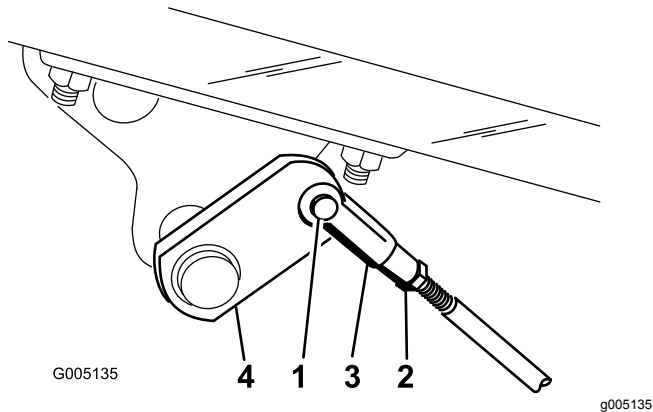

Figura 45
- A. Desconecte las varillas de los frenos retirando el pasador de horquilla y la chaveta (Figura 45).
- B. Afloje la contratuerca y ajuste la horquilla (Figura 45).
- C. Monte la horquilla en el eje del freno (Figura 45).